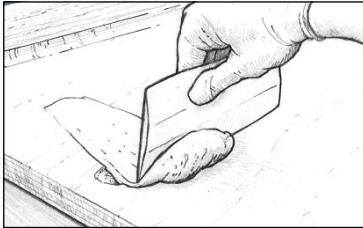

Abbildung 22 Tragen Sie die Spachtelmasse auf, um alle Hohlräume zu füllen und die Form zu spachteln.
4. Spachteln Sie die angedickte Epoxidharzmischung mit einem Kunststoffspachtel auf die vorbenetzte Oberfläche, so dass alle Löcher und Lunker gefüllt sind. Formen Sie die Spachtelmasse nach Wunsch, sie sollte jedoch ein wenig erhaben gegenüber der Umgebung sein (Abbildung 22). Entfernen Sie überschüssiges Epoxidharz vor dem Aushärten. Wenn der Spachtelauftrag 12mm Dicke übersteigt, sollten Sie die Masse in mehreren Schichten auftragen, und jede Schicht vor dem Auftragen einer neuen Schicht teilweise aushärten lassen. Sie können auch, abhängig von der Umgebungstemperatur, den 206 langsamen Härter oder den 209 Tropical Härter benutzen.